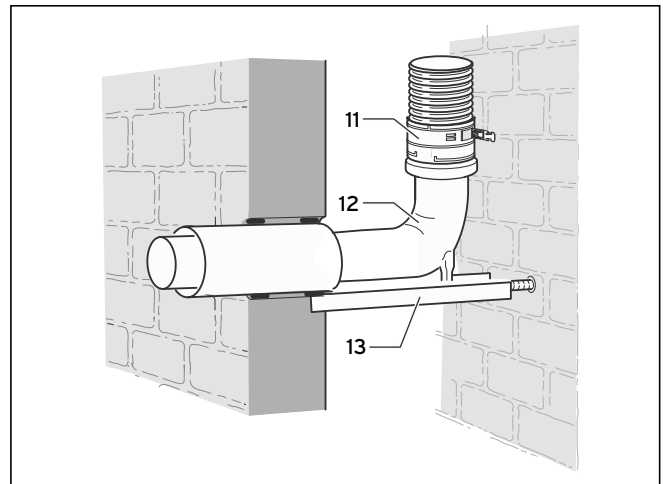

Рис. 4.35 Концентрическое подсоединение к гибкому выпускному газопроводу
- Монтируйте концентрический шахтный патрубок, как описано на рис. 4.35.